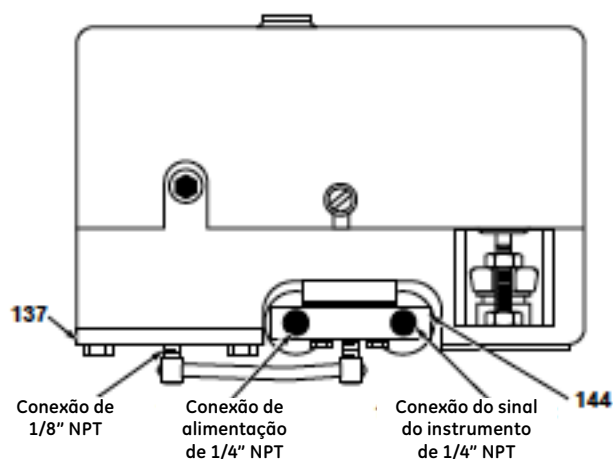

Figura 11 - Conexões com posicionador 7700P
- Válvula On-off: conecte a linha de suprimento de ar diretamente à conexão rosqueada 1/8" NPT na tampa do diafragma (137).
- Válvula de controle com posicionador 7700P (sinal de ar): conecte as linhas de sinal do instrumento e suprimento para as conexões adequadas no bloco do manômetro (144) (figura 11). Use tubulação de 4 x 6 mm (DE de 1/4").